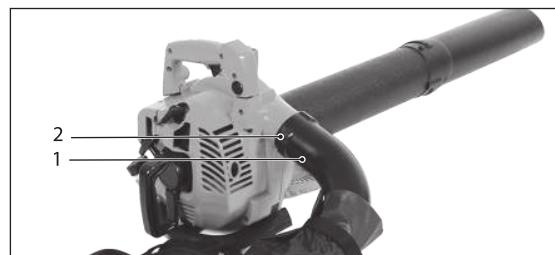

Рис. 6
5. Установите разгрузочную трубу 1 на воздуходувку-пылесос бензиновую 2 и поверните, чтобы закрепить. Дополнительно зафиксируйте соединение с помощью винта и отвертки (рис. 6).